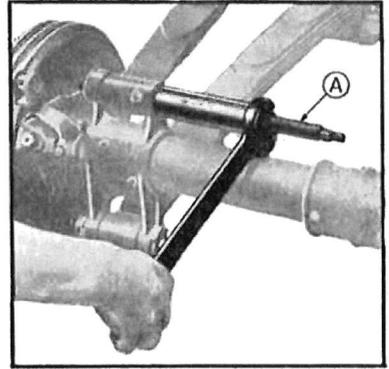

Fig. 278. — Démontage d'un axe de ressort AR.
- 4—Enlever l'axe avec l'appareil spécial que l'on visse à la place du graisseur en serrant l'écrou contre l'entretoise (fig. 278).